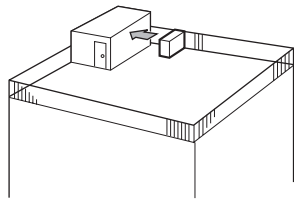

Fig. 2-3
- ① Coloque la salida de aire de frente a la pared más próxima a una distancia de unos 19-11/16 pulg. (500 mm) de ella. (Fig. 2-3)